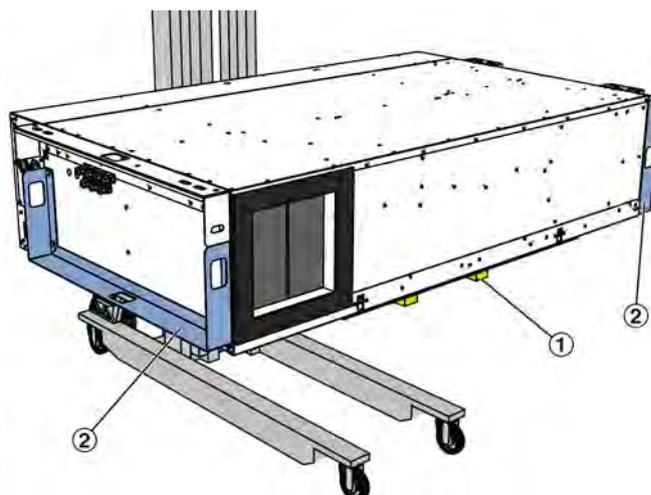
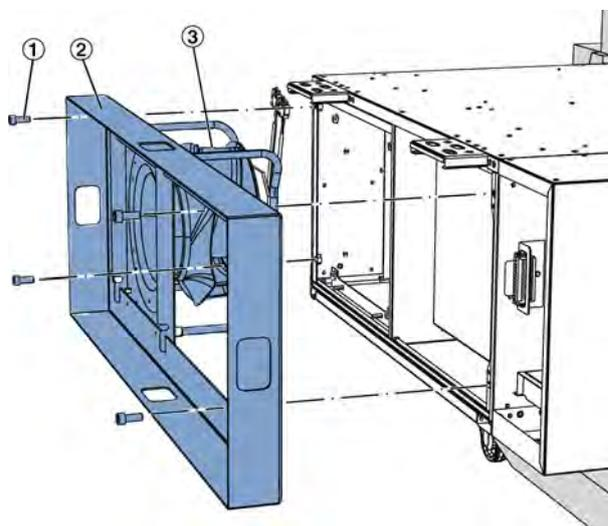

Abb. 10: Bauteil 1 auf Montagelift legen
Abb. 11: Transporthilfen mit Ventilator
2. ▶ Den Montagelift (Abb. 10 /1) an die Stelle fahren, an der die Deckemontage erfolgen soll. Bauteil 1 mit den Deckeln nach unten auf den Montagelift legen. Hierbei beachten, dass die lackierte Oberfläche des Gerätes nicht beschädigt wird zum Schutz z.B. Pappe zwischen Lift und Gerät legen.
3. ▶ An beiden Stirnseiten von Bauteil 1 die Transporthilfen (Abb. 10 /2) demontieren. Dazu die Schrauben (Abb. 11 /1) lösen und die Transporthilfen entnehmen. An der Trennstelle wird dabei auch der Ventilator (Abb. 11 /3) mit aus dem Gerät gezogen. Den Ventilator und Schrauben für die spätere Montage lagern. Die Schrauben der Transporthilfe wieder im Gerät einschrauben.